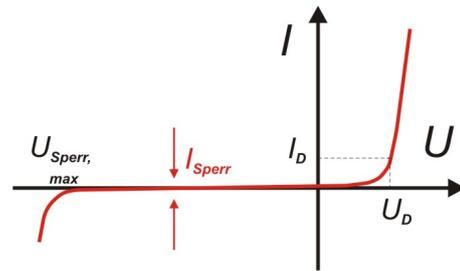
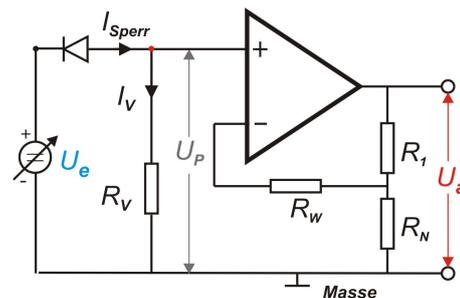

Abbildung 18: Kennlinie einer Diode.
Abbildung 19: Schaltung zur Messung des Diodensperrstroms.
Der Sperrstrom I_{Sperr} von Si-Dioden liegt im nA-Bereich (Abb. 18). Wie lassen sich derart kleine Stromstärken messen? Wegen des hohen Eingangswiderstandes ($10^9 \Omega$) des OpAmp fließt der Sperrstrom im Wesentlichen durch den Widerstand R_V (Abb. 19):
- (M19) Messen Sie nach Schaltung Abb. 19 3 Werte: $U_e = -10 \text{ V}$ bis 0 V und 6 Werte: 0 V bis 10 V .